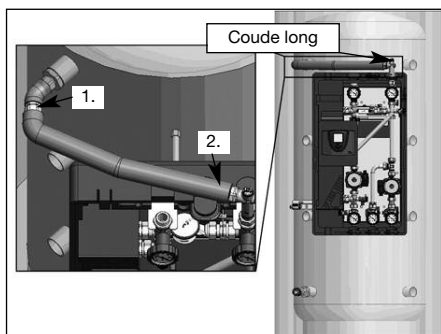

Fig. 6.8
- Monter le coude long avec purgeur (voir fig. 6.8)
- Visser le tuyau annelé souple métallique à raccourcir sur position 1. et pré-cintrer (voir fig. 6.8)
- Couper le tuyau annelé souple métallique à la longueur souhaitée (voir fig. 6.8, merci d'observer les instructions «Couper le tuyau annelé souple métallique à la longueur souhaitée» ci-après)